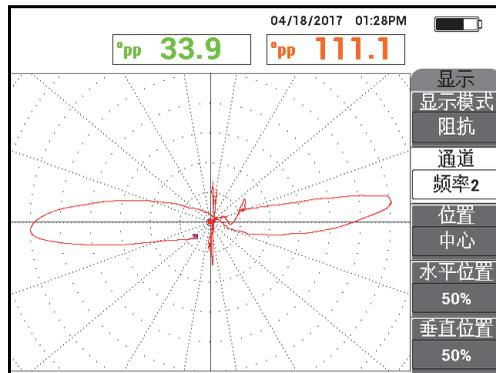

图 5-202 频率 2 的验证后信号
- 扫查管件的整个长度，并核查穿壁孔信号是否处于垂直方向，且管板圆环信号是否没有被剪切。根据需要进行调整（参见第252页的图5-202）。